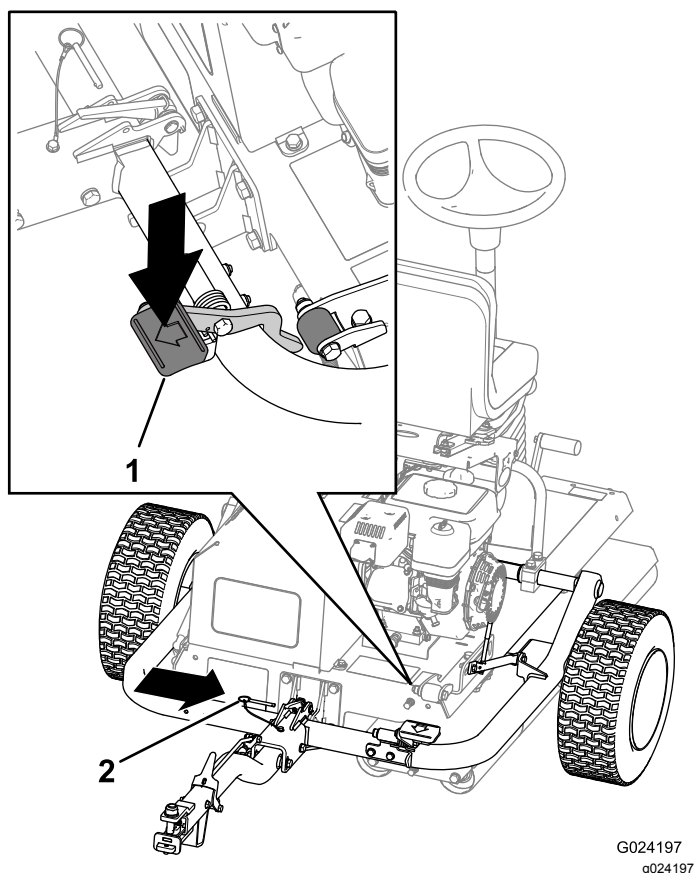

Figura 8
6. Premete il pedale dell'attacco in modo che l'attacco si blocchi in posizione (Figura 8).
7. Inserite il perno di bloccaggio (Figura 8).